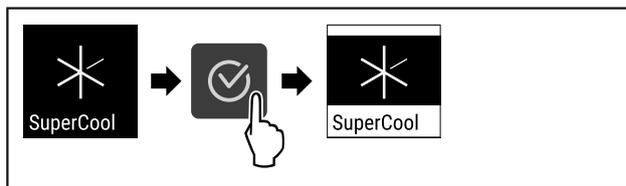

Fig. 72
- ▶ Obavite korake postupka (pogledajte Fig. 72).